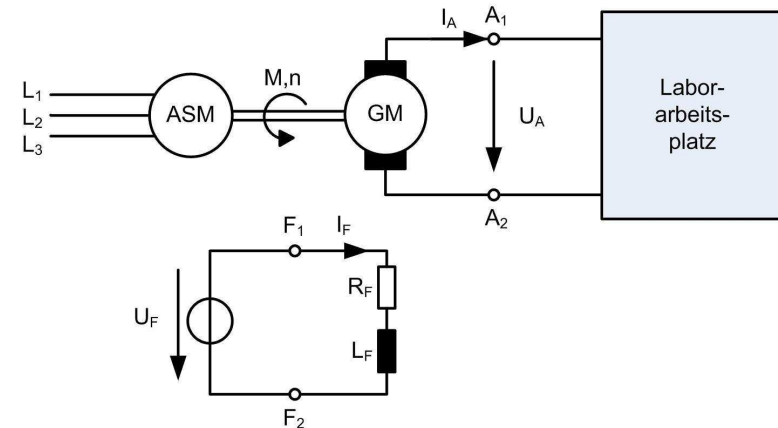

Abbildung 2-1: Übersichtsschaltbild des Umformersatzes
Zur Bereitstellung einer konstanten Gleichspannung an einem Laborarbeitsstisch wird ein so genannter Umformersatz, bestehend aus einer Asynchronmaschine (ASM) und einer fremderregten Gleichstrommaschine (GM) verwendet. Die ASM wird am öffentlichen Drehstromnetz betrieben. Um eine konstante, lastunabhängige Spannung am Laborarbeitsplatz zu gewährleisten, kann der Erregerfluss der GM durch Veränderung der Erregerspannung U_F verändert werden. Abbildung 2-1 zeigt eine Übersicht der Anordnung.
7. Der Ankerstrom I_A ist positiv, wenn die GM im generatorischen Betrieb arbeitet. (Beachten Sie die Pfeilrichtung in Abbildung 2-1)
Hinweis: Beachten Sie die in Abbildung 2-1 bereits vorgegebenen Pfeilungsrichtungen